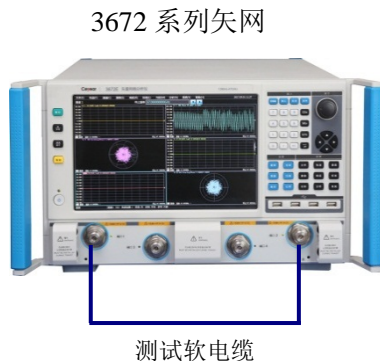

图 11.12 全双端口校准连接框图二
- 8) 完成后如图 11.12 所示连接系统，选定[直通]进行直通校准；